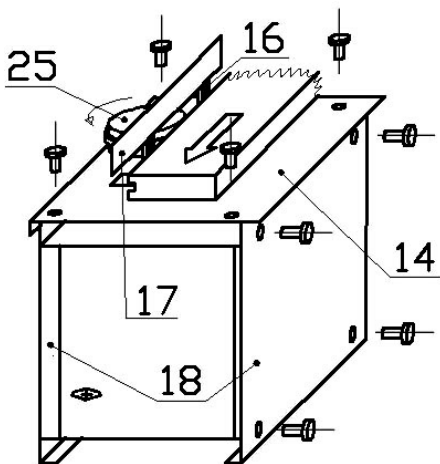
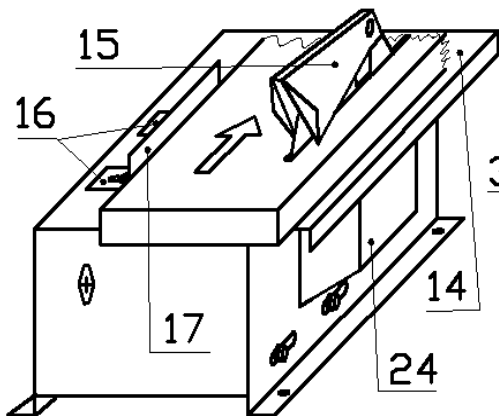

Рис. 11
Рис. 8
Для приведения станка в вертикально-фрезерное положение на станок снизу и сверху устанавливаются дополнительные основания корпуса (18) и станок устанавливается на левый бок (см. Рис. 11).
- Снять с пыльного стола (14) стойку с козырьком (15). Установить и закрепить фрезу (25), регулируя ее положение шайбами и втулками;
- Установить защиту пилы (24) и пыльный стол (14), закрепить их винтами;
- Установить на пыльный стол (14) регулировочные уголки (16) и линейку (17), и производить обработку, прижимая деталь к столу вдоль уголка.
4.6. Фрезерование вертикальное. (Рис.11). (все модификации Ф)
- Установить на станок (Рис.11) снизу и сверху основания корпуса (18) (при наличии кронштейнов пыльного стола (33) верхнее основание установить на них);
- Наложить пыльный стол (14) на станок и закрепить его винтами;
- Установить фрезу (25), регулируя ее положение шайбами и втулками под фрезой или столом (14), и надежно закрепить ее;
- Установить регулировочные уголки (16) на нужные размеры;
- Производить фрезерование, подавая материал с задней части станка, вдоль уголков (16) и направляющей линейки (17).
4.7. Шлифование дисковое. (Рис.8)
- Установить пыльный стол (14);
- Установить пильный стол (14) на станок прорезью на пильный диск (28) и закрепить его. При необходимости отрегулировать положение разделительного ножа с козырьком (15) точно сзади в плоскости пильного диска перемещением по столу, или меняя шайбы пилы местами (шайбы разной толщины – 3 мм и 4 мм);
- Установить защиту пилы (24) на корпус станка;